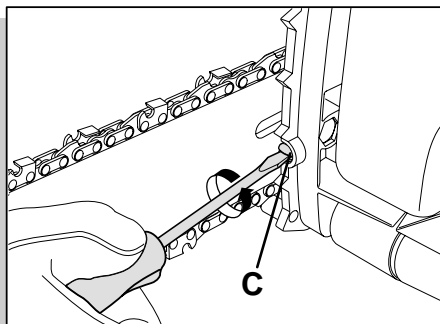

fig. 5
- Montér den yderste plade og spændskiven påny. Før sværdmøtrikken tilspændes, strammes kæden, indtil den passer præcist (fig. 5), ved at dreje skruen til kædestramning C med en skruetrækker.